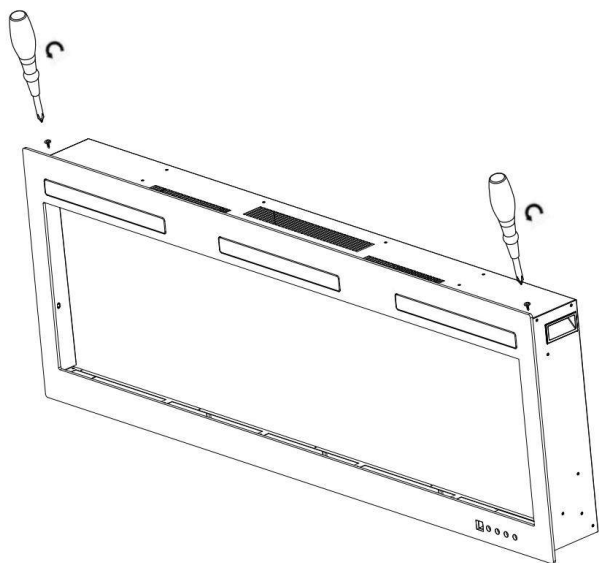

Fig. 1-1
- A. Togliere le viti da entrambi i lati (Fig. 1-1).